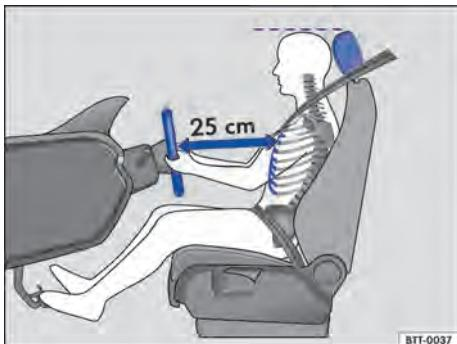
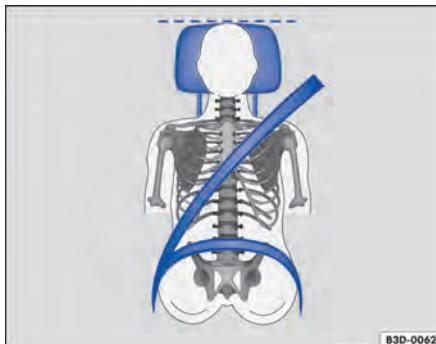

Fig. 38 A distância correta entre o condutor e o volante deve ser de, no mínimo, 25 cm.
Fig. 39 Posição correta do cinto de segurança e ajuste correto do apoio para cabeça.
- Ajustar o apoio para cabeça de modo que a sua borda superior se encontre preferencialmente na mesma linha da parte superior da cabeça – porém não abaixo da altura dos olhos. Posicionar a parte posterior da cabeça o mais perto possível do apoio para cabeça \Rightarrow Fig. 38 e \Rightarrow Fig. 39.
- Ajustar o volante de modo que a distância entre ele e o tórax tenha no mínimo 25 cm \Rightarrow Fig. 38 e que o condutor possa segurar o volante pela borda externa com as duas mãos e os braços ligeiramente dobrados.